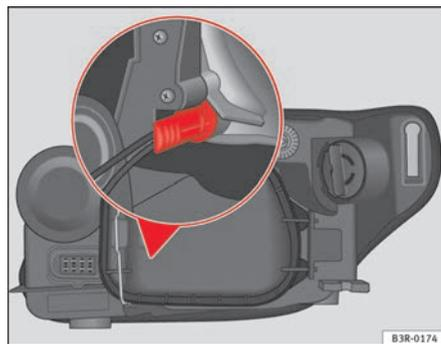

Fig. 209 Luz de posición. Empuñadura del portalámparas en posición vertical
- Introduzca la lámpara en el zócalo, de forma que la empuñadura del portalámparas quede con la pared en posición vertical ⇒ fig. 209 y presione sobre él.